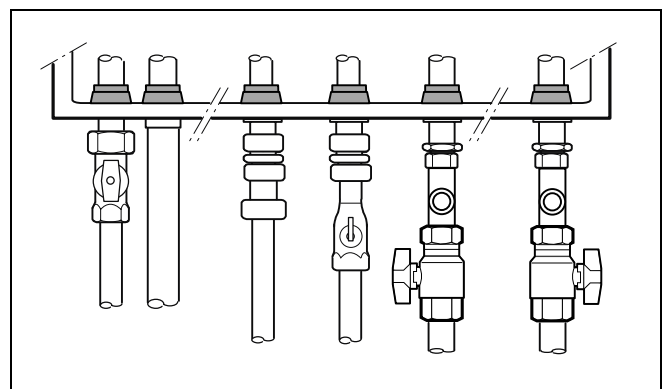

Abb. 39 Sichtprüfung auf Korrosionserscheinungen
- Alle gas- und wasserführende Rohre auf Korrosionserscheinungen prüfen (Abb. 39).